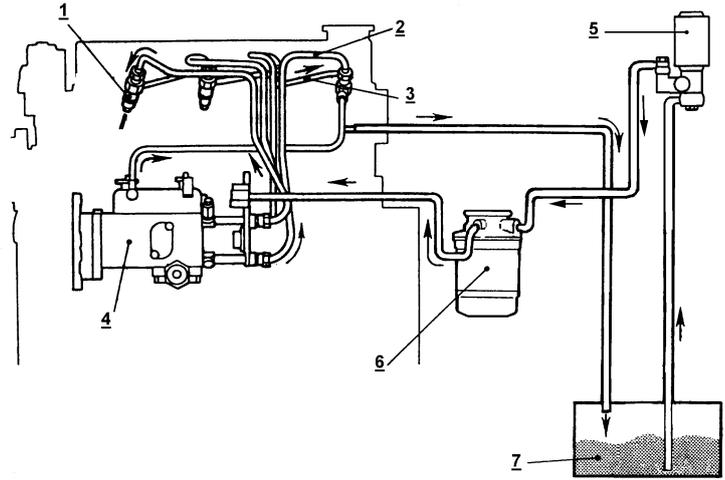

Fig. 2.4
2.4 TREIBSTOFFKREIS (Abb. 2.4)